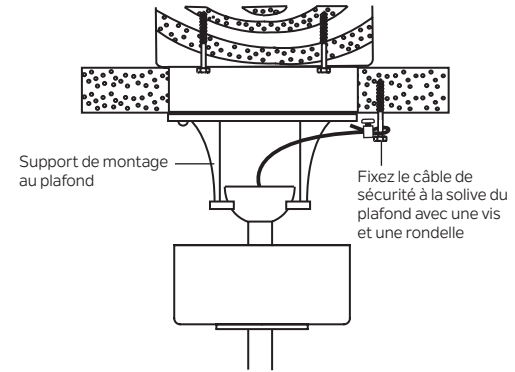

Fig. 11
Étape 1. Fixez la vis à bois et les rondelles à la solive de plafond à côté du support de montage, mais ne serrez pas. (Fig. 11)